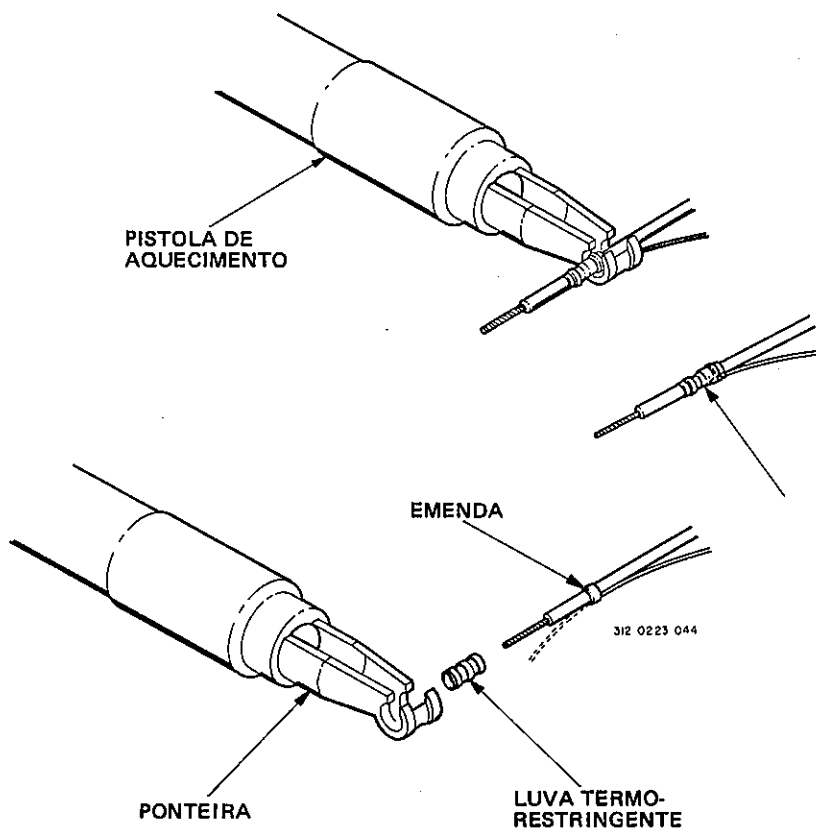

Figura 1-15. Instalação de Luvras Termo-Restringentes
1-26. INSTALAÇÃO DE LUVAS TERMORRESTRINGENTES (figura 1-15)
2. Posicione a pistola de aquecimento MIN5120-0030 sobre a luva, como é mostrado na figura 1-15.